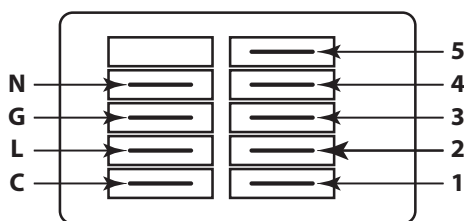

Figure 13. Bornes du moteur à couple constant
3. Localisez les fils NOIR et ROUGE connectés à deux des bornes de commutateurs de vitesse 1 à 5 sur le bornier du moteur (voir la figure 13).